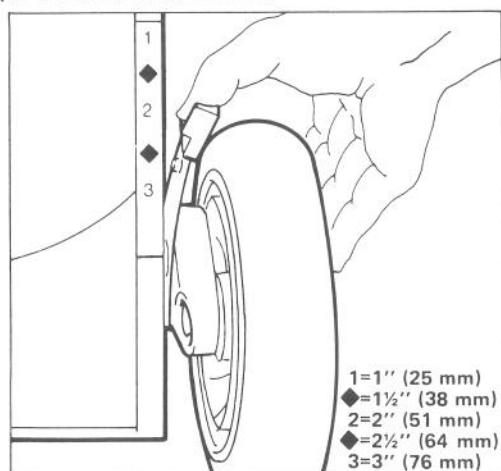

Figure 10
2. Pour faire le réglage plus facilement, soulevez le carter de façon que la roue ne touche pas le sol. Serrez le levier de réglage vers la roue et déplacez à l'ajustement désiré (Fig. 10). Assurez-vous que la cheville du levier de réglage s'engage dans l'encoche du carter. Réglez toutes les roues à la même hauteur.